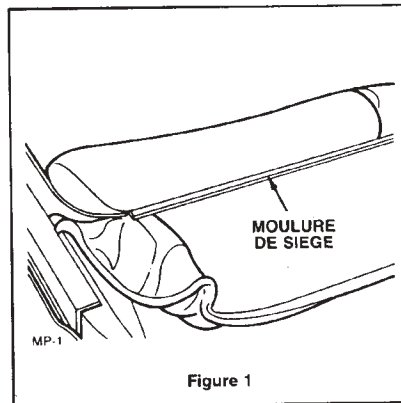

Figure 1
2. Repliez la capote sous la moulure à l'arrière du siège (Figure 1).
3. Sortez la languette de l'encoche (Figure 1).